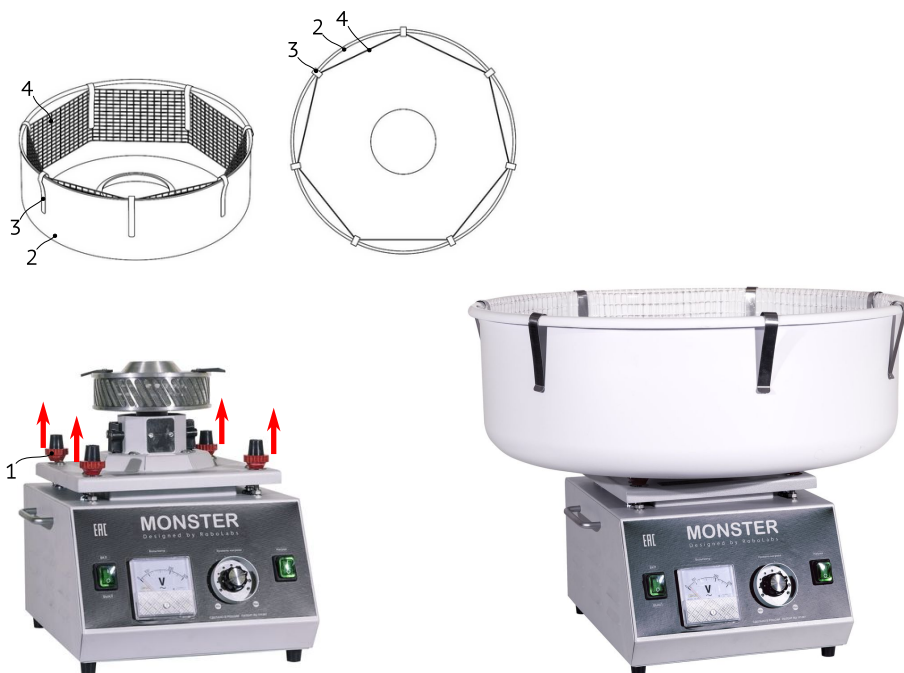

Рисунок 2
6. Выкрутите все четыре транспортировочных гайки (1) (см. Рис. 2) вверх до упора.
7. Расположите сетку (4) вдоль внутренней стороны ловителя (2). Зафиксируйте сетку клипсами (3). Клипсы равномерно распределите по окружности ловителя.